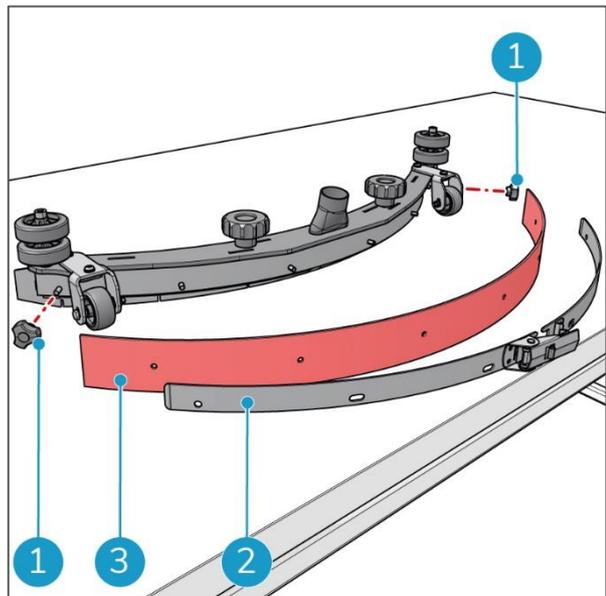

Figure 36
2. Desserrez les petites molettes situées aux deux extrémités de la raclette (Figure 36, pos. 1).
3. Retirez la plaque de serrage (Figure 36, pos. 2) de la lame arrière.
4. Retirez la lame arrière du cadre de la raclette (Figure 36, pos. 3).
Voir Figure 36.